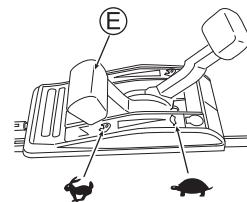

Fig. 13
- Vérifiez qu'il n'y a personne derrière vous lorsque vous tirez sur le bouton du Démarreur (V).
- Attrapez fermement le bouton du Démarreur (V) lorsque vous le tirez.
- Remettez doucement le bouton du Démarreur (V) dans sa position initiale.
- 5 Faites chauffer la machine avant de l'utiliser. Une fois que le moteur est chaud, commencez à tondre en plaçant la Manette des gaz (E) sur la position "OFF". (Voir Fig. 13)